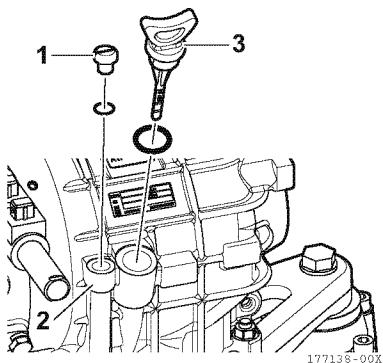
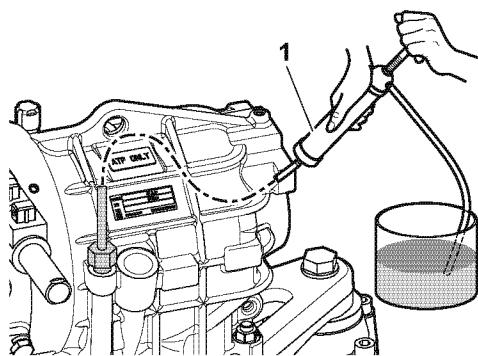

Figura 9
Figura 10
1. Il cambio dell'olio va effettuato rimuovendo il tappo (1, **Figura 9**) dal tubo di aspirazione dell'olio (2, **Figura 9**). L'aspirazione può essere eseguita usando una pompa manuale (1, **Figura 10**).
2. Spingere il flessibile della pompa manuale (1, **Figura 10**) attraverso il tubo di aspirazione (2, **Figura 9**) e aspirare il liquido.
3. Svitare l'astina dell'olio (3, **Figura 9**).
5. Avvitare l'astina dell'olio (3, **Figura 9**).